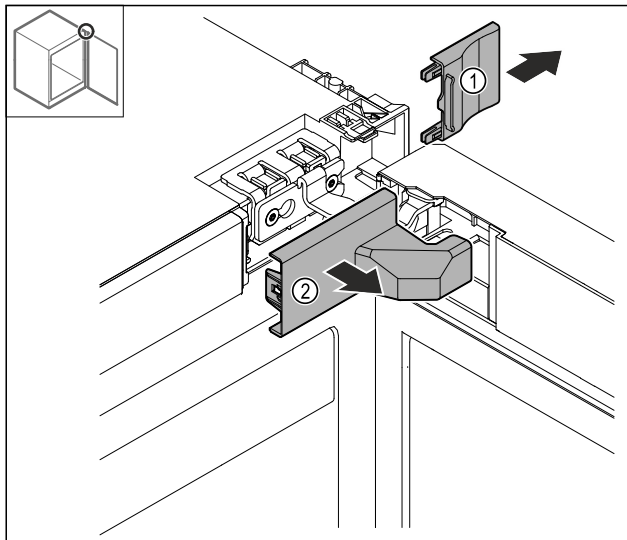

Fig. 6
- ▶ Снимите сначала крышку Fig. 6 (1), а затем крышку Fig. 6 (2).